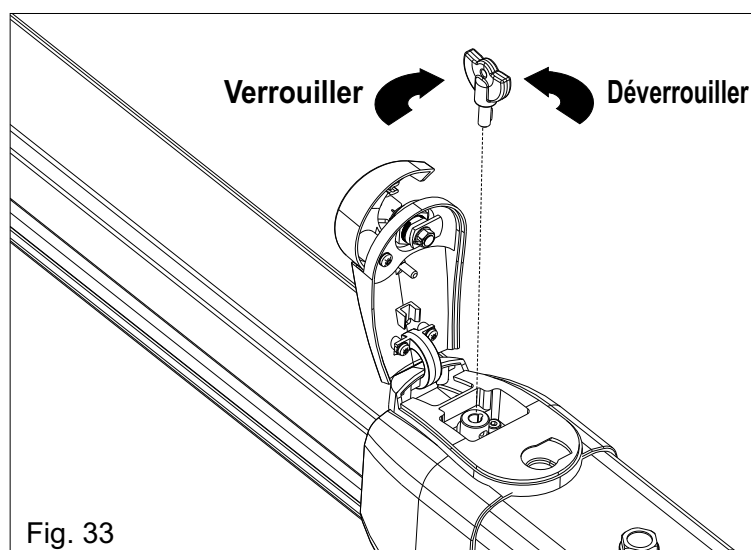

Fig. 33
-Insérer la clef et la tourner de 180 ° en sens anti-horaire (Fig.33).
-Insérer la clef et la tourner en sens horaire jusqu'à son arrêt (Fig.33).